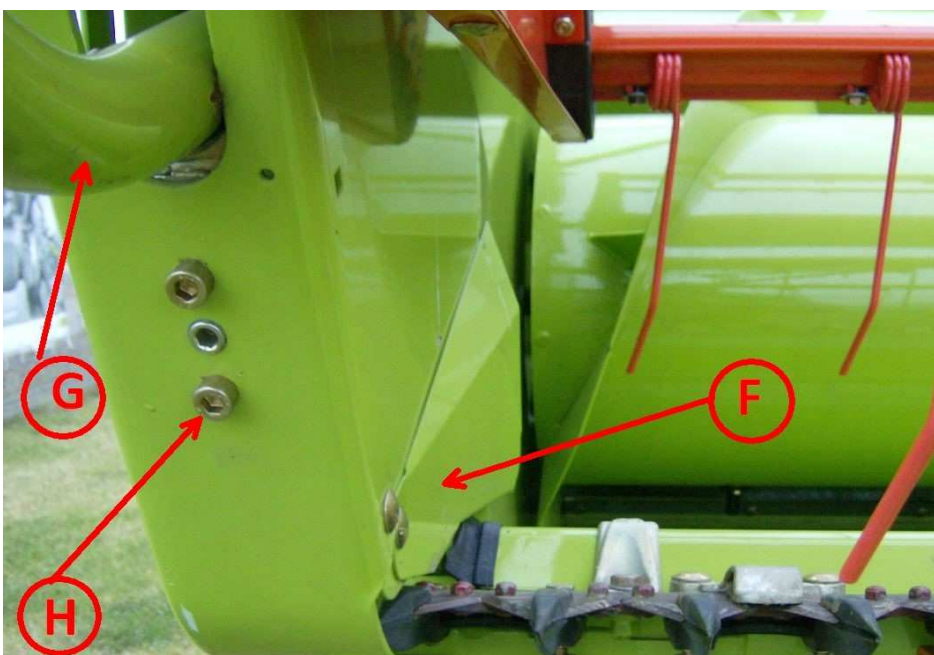

Abb. 13
Die Schrauben (H), mit denen die Halmverteiler befestigt sind, abschrauben. (Abb. 13)